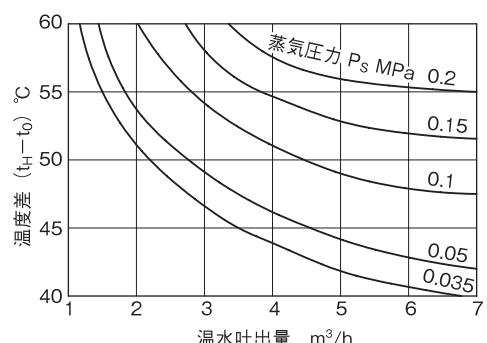

図5 蒸気圧力・温水吐出量と調整可能温度との関係
- 5.1 図 5 から蒸気圧力 P_s 、温水吐出量 W 及び温水温度 t_H の関係を求めて、希望の仕様条件を満足しているかを確認してください。
- 6.1 蒸気圧力・温水吐出量と調整可能温度との関係 (図 5 参照)